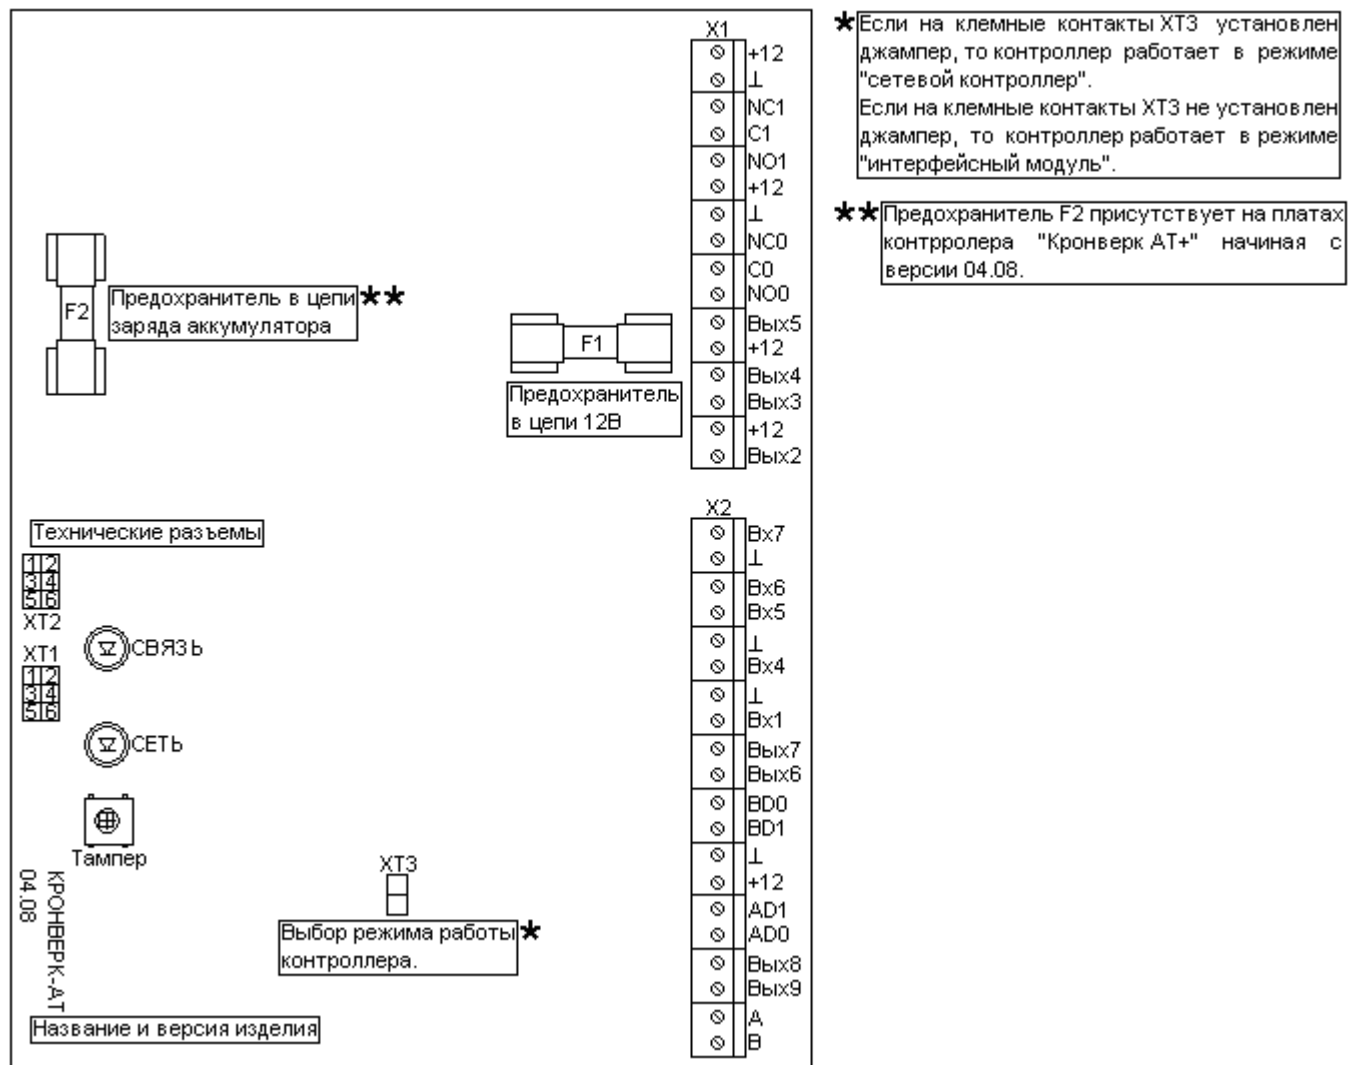

Рисунок 7.1: Плата контроллера «Кронверк АТ+».
- 7.3.2 На плате (рисунок 7.1) установлены следующие компоненты: